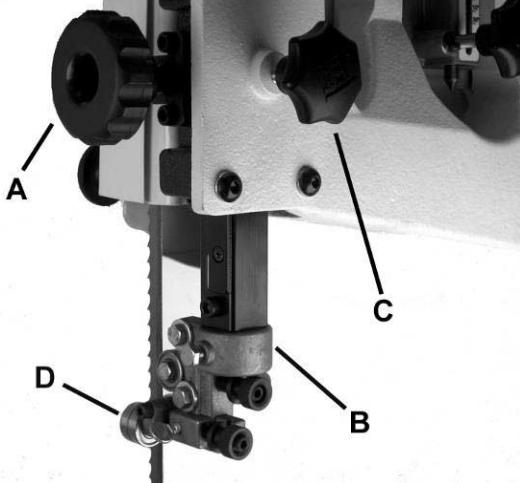

Рисунок 10.
2. Ослабьте фиксатор (С, Рис. 10) и поднимите или опустите узел верхней направляющей полотна (В, Рис. 10) путем поворота ручки (А, Рис. 10), чтобы настроить его чуть выше уровня обрабатываемой заготовки.
3. Затяните фиксатор. Убедитесь, что направляющие подшипники (Д, Рис. 10) выровнены относительно пильной ленты. Если требуется их настройка, ознакомьтесь с разделом «Настройка верхних направляющих и упорного подшипников»